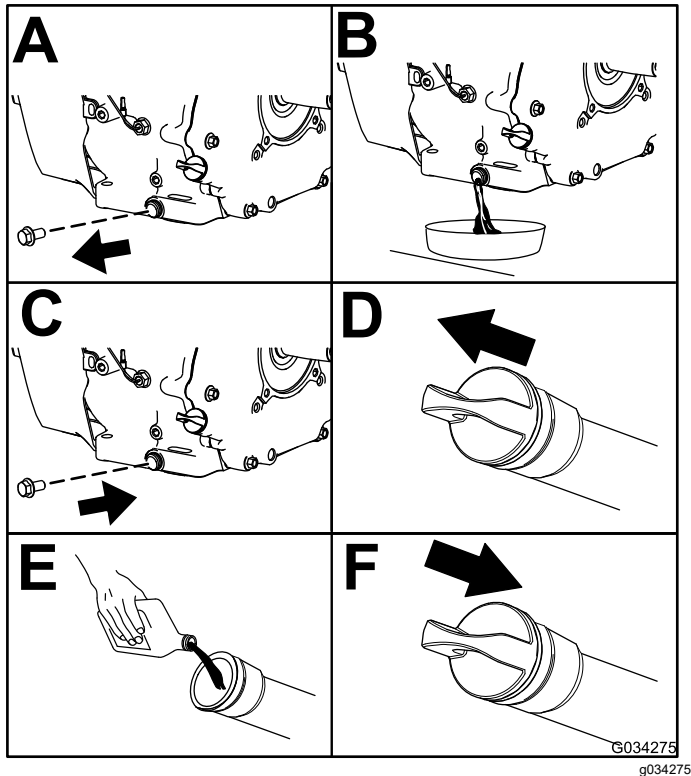

Figura 40
4. Cambie el aceite del motor, tal y como se muestra en Figura 40.